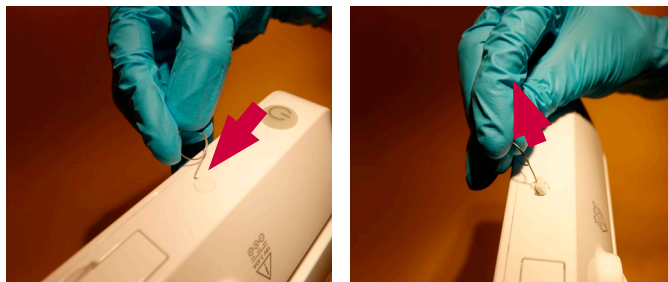

Bild 5 Ta bort skruvlocket
d) **Ta bort de runda skruvlocken på båda sidor om skärmenheten (bild 5)**